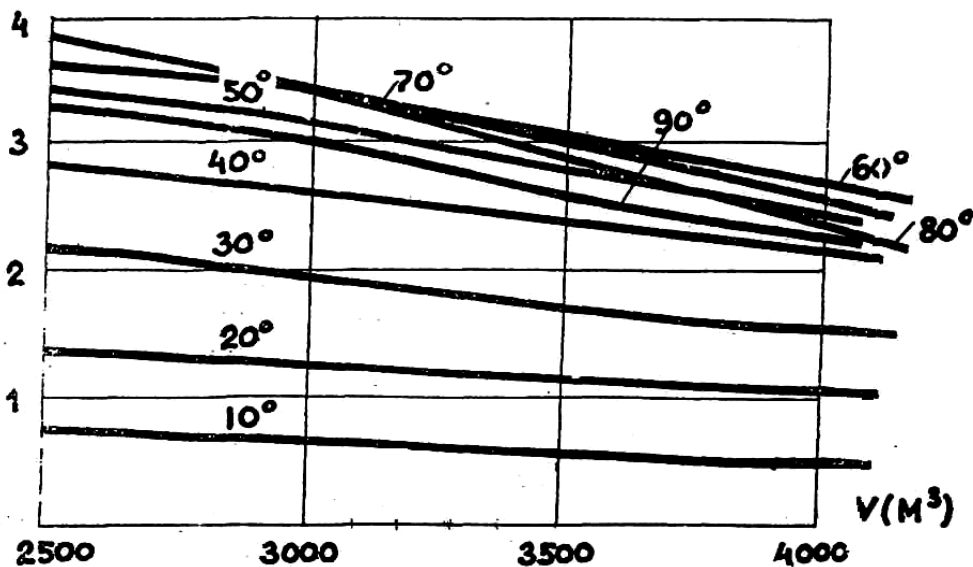

Рис. 3
7. Водоизмещение судна равно 3200 т, условное возвышение центра тяжести над центром величины 3,5 м. Пользуясь кривыми плеч остойчивости формы (рис. 3), построить диаграммы статической и динамической остойчивости. Плечо статической остойчивости определить по формуле: